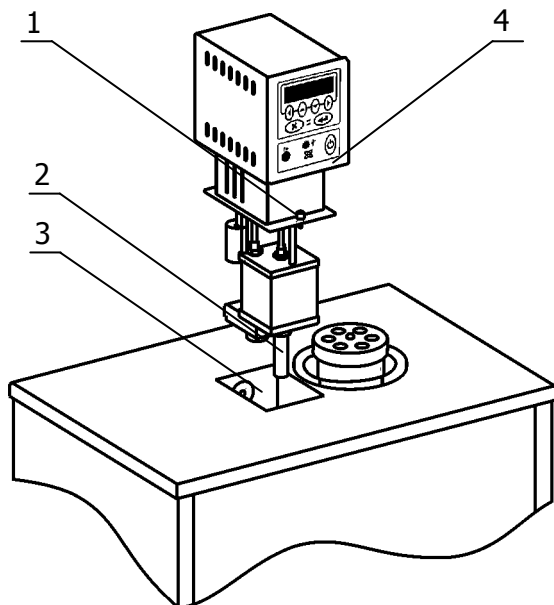

Рисунок 3 — Установка регулирования температуры
2.2.3 Вставить трубку 2 в выходной патрубок блока регулирования 4 косым срезом до упора (если она не была установлена заводом-изготовителем) и зафиксировать ее винтом. Установить блок регулирования температуры 4 в отверстие в крышке корпуса термостата 3, чтобы выходная трубка 2 попала в муфту на дне ванны. После установки закрепить блок регулирования на крышке винтовыми фиксаторами 1 (рисунок 3).